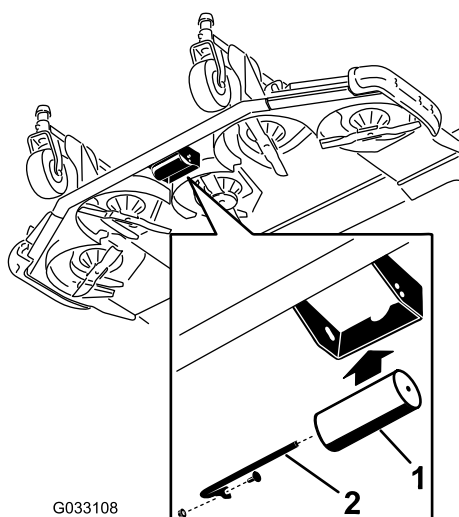

Bild 25
2. Fluchten Sie die Rolle mit den oberen Löchern aus und befestigen Sie die Welle mit der Schraube und Mutter (**Bild 25**).